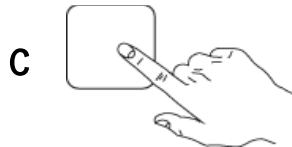

Fig.16
- 5- Pulse el botón "C" inicia el ciclo de lavado. (Fig. 16)